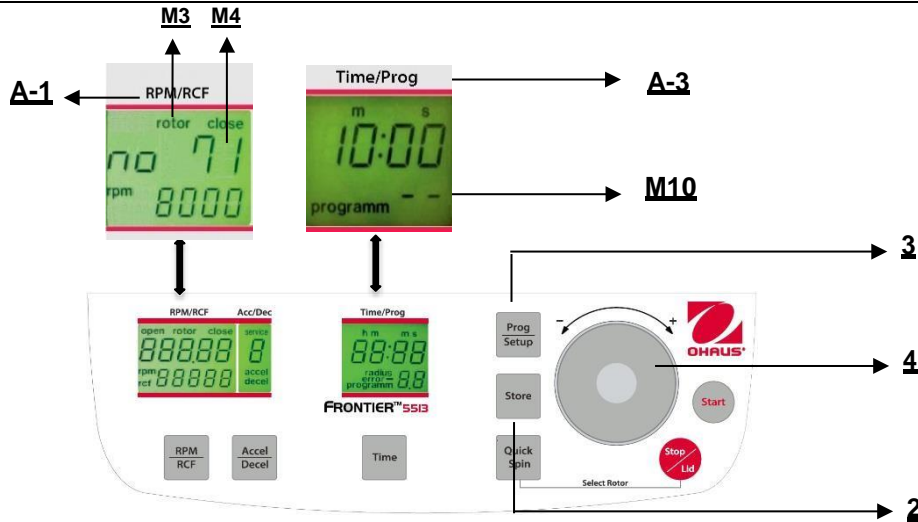

Figure. 22
Pour rappeler des programmes mémorisés, appuyer sur la touche **"Prog/Setup"** (3) (voir la figure 22) alors que le couvercle est déjà fermé. Sur l'affichage **"Time/Prog"** (A-3), le mot **"programm -"** (M10) apparaît. Le numéro de programme désiré peut être présélectionné avec le cadran de réglage (4).
Pour quitter le mode de programmation, appuyer simplement sur la touche **"Prog/Setup"** (3) (voir la figure 22). Sur l'affichage **"Time/Prog"** (A-3), le mot **"programm"** (M10) apparaîtra.